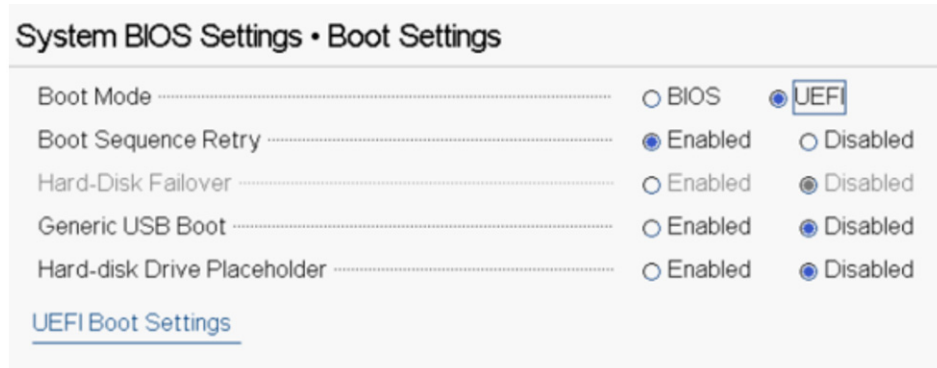

Ilustración 6-21. NIC integrado: BIOS del sistema, Configuración de inicio para VMware
2. Complete la página Boot Settings (Configuración de inicio) según aparecen en la Ilustración 6-21.